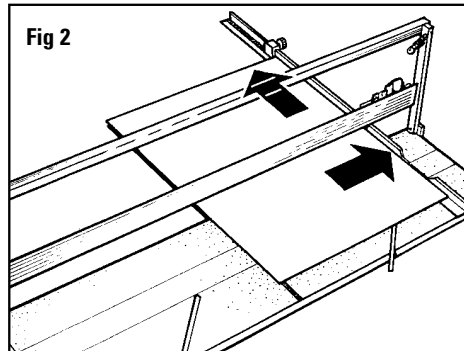

Fig 2
2. Levez le rail de guidage et glissez le passe-partout le long du bras d'équerage jusqu'à la butée du bras. Fig. 2
2. Eleve la barra de corte y deslice el tablero de lámina perimétrica a lo largo del brazo de escuadra hasta que haga contacto con el tope del brazo de escuadra. Fig. 2
2. Heben Sie die Schneidchiene mit dem Griff an und schieben Sie den Passepartoutkarton darunter. Schieben Sie den Karton bis an den Anschlagstopp fest an den Anschlagarm. Abb. 2
2. Sollevare la barra di taglio e far scorrere il cartoncino lungo il braccio di squadatura finché non tocchi l'arresto del braccio di squadatura. Fig. 2